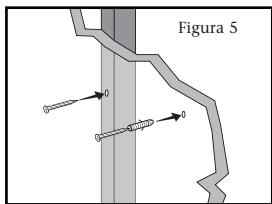

Figura 5
- Es mejor que, al menos, uno se atornille a una viga. Si no hay vigas detrás de la ubicación de los orificios piloto, coloque tacos de anclaje (no incluidos) para fijar los tornillos del soporte. [Figura 5] Siga las instrucciones del fabricante de los tacos. Cada taco debe ser apto para sostener, por lo menos, la mitad del peso neto del producto [lea las especificaciones en la página 1].